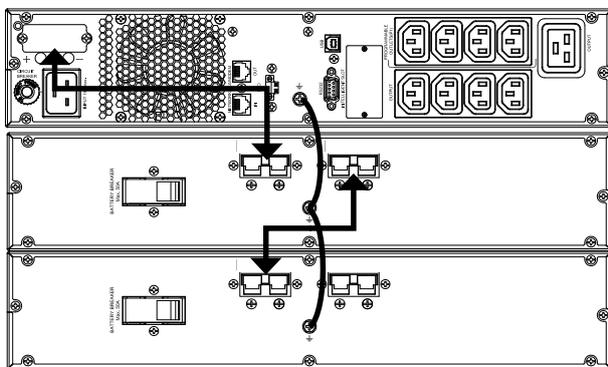

Fig. 9. Conexión con módulos de baterías.
-  Al tratarse de un equipo con protección contra choques eléctricos clase I, es obligatorio e imprescindible conectar el conductor de toma de tierra (⏚). Conectar el cable de toma de tierra incluido en la manguera a los correspondientes puntos identificados, sean borne o tornillo (ver Fig. 9). Cuando la manguera de interconexión disponga de malla la toma de tierra se enlazará entre unidades a través de ésta, al fijar mediante los tornillos indicados en el punto anterior los soportes metálicos de los conectores al SAI y al módulo o módulos de baterías.